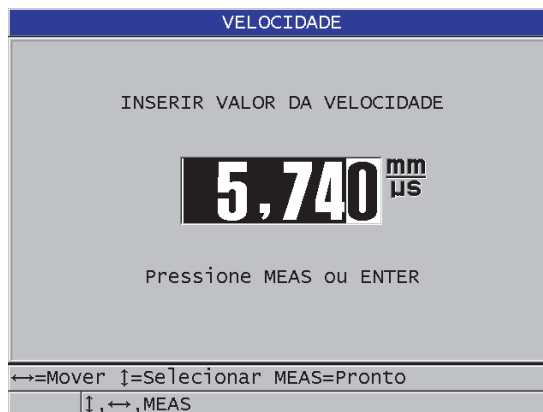

Figura 5-7 Inserir a velocidade conhecida de som de um material
2. Na tela **VELOCIDADE** (veja Figura 5-7 na página 82), utilize as teclas de seta para editar a velocidade para o valor conhecido.